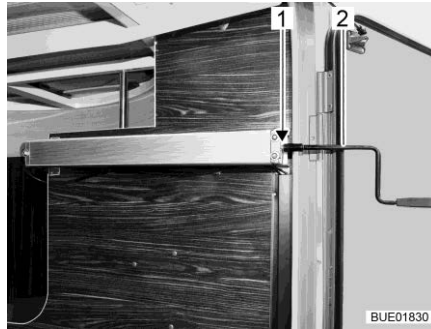

Bild 125 Vev i bakre lastutrymmet
- Sätt veven (Bild 125,2) på tappen (Bild 125,1).